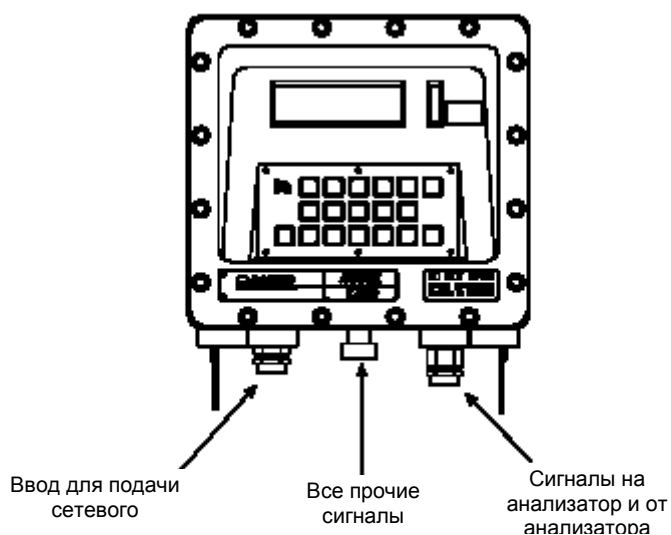

Рисунок 3-11. Отдельные кабельные вводы для ввода/вывода кабелей от контроллера ГХ.
- (1) Обеспечьте доступ к терминальной плате контроллера ГХ для подключения в полевых условиях (ТВ):
- (а) Если необходимо, то обратитесь к инструкциям, приведенным в Разделе 3.4.1, шаг (1).
- (2) Протяните соответствующим образом линии цифровых входов/выходов, особенно в случае использования взрывобезопасного кожуха контроллера (смотрите Рисунок 3-11).